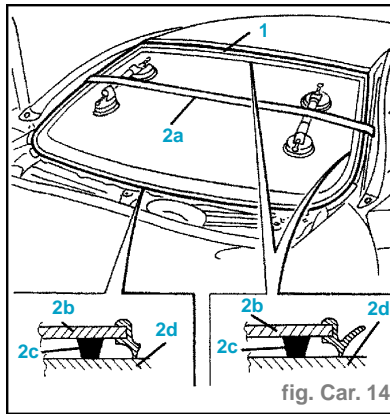

fig. Car. 14
- Avec l'aide d'un deuxième opérateur, positionner le pare-brise dans son logement tout de suite après l'application du mastic et ajuster sa position (1) (fig. Car. 14).